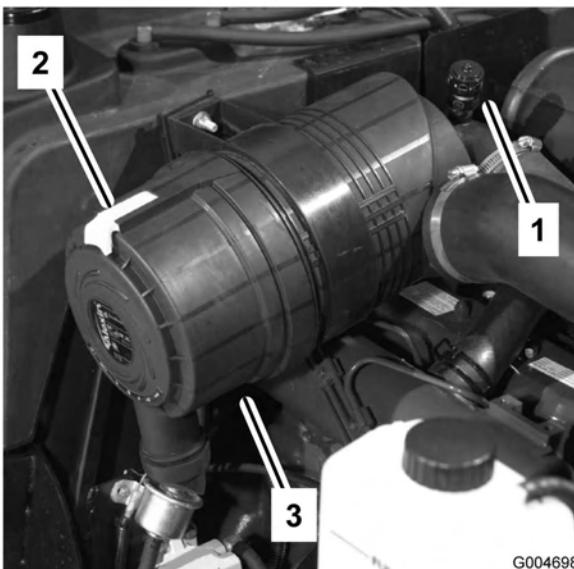

Figure 47
Faites l'entretien du filtre à air quand l'indicateur de colmatage (Figure 47) est rouge ou toutes les 400 heures (plus fréquemment si vous travaillez dans une atmosphère extrêmement poussiéreuse ou sale). N'effectuez pas l'entretien du filtre à air trop souvent.
- Tirez le verrou vers l'extérieur et tournez le couvercle du filtre à air dans le sens anti-horaire. Enlevez le couvercle du corps (Figure 47). Nettoyez l'intérieur du couvercle du filtre à air.
6. Réarmez l'indicateur de colmatage (Figure 47) s'il est rouge.